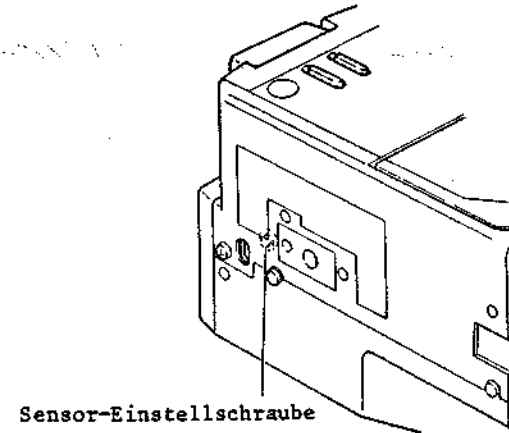

Abb. 4-22 Position des Autofokus-Sensors
(2) Position des Autofokus-Sensors (Abb. 4-22)